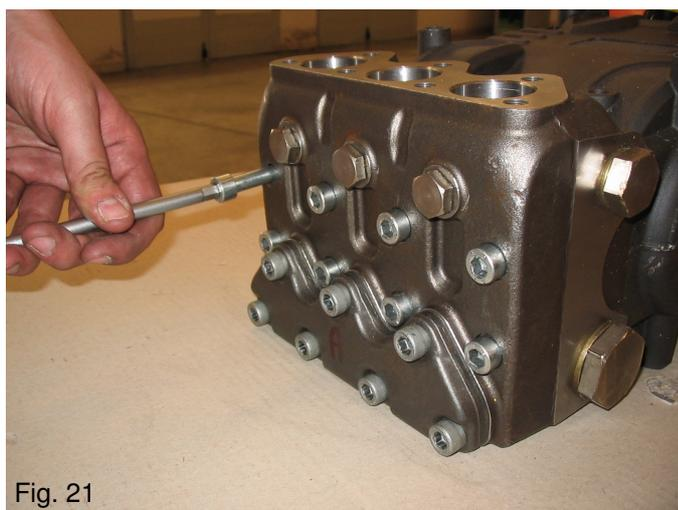

Fig. 21
A) Togliere la testata allentando le 8 viti di fissaggio (vedi Fig.21).